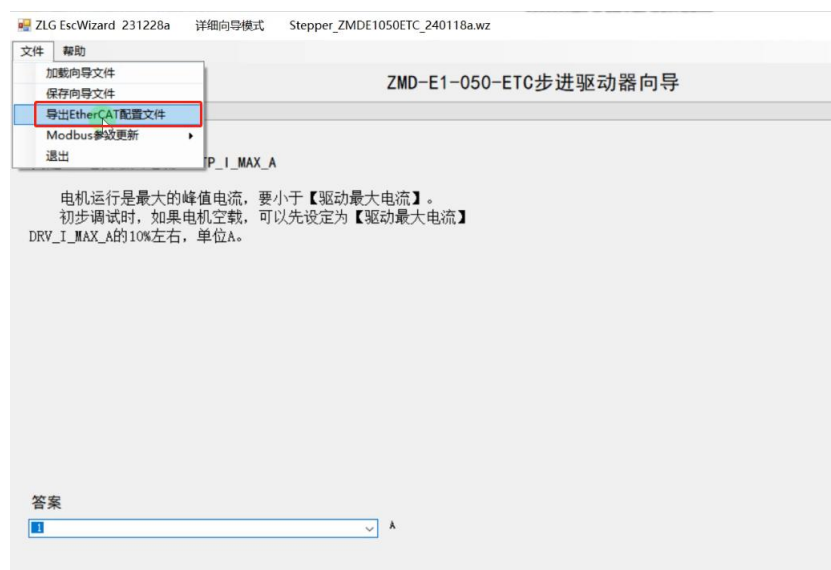

图 4.13 导出配置文件
(4) 修改完成后导出电机参数配置文件,生成的文件名为 xxx_cfg.cfg 文件,如图 4.13 所示。